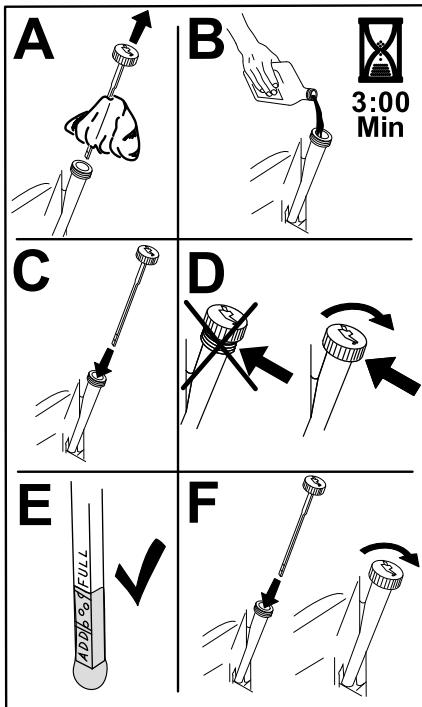

Bild 43
5. Gießen Sie langsam ungefähr 80 % der angegebenen Ölsorte in den Einfüllstutzen und füllen Sie dann vorsichtig mehr Öl ein, um den Ölstand an die Voll-Markierung zu bringen (Bild 43).